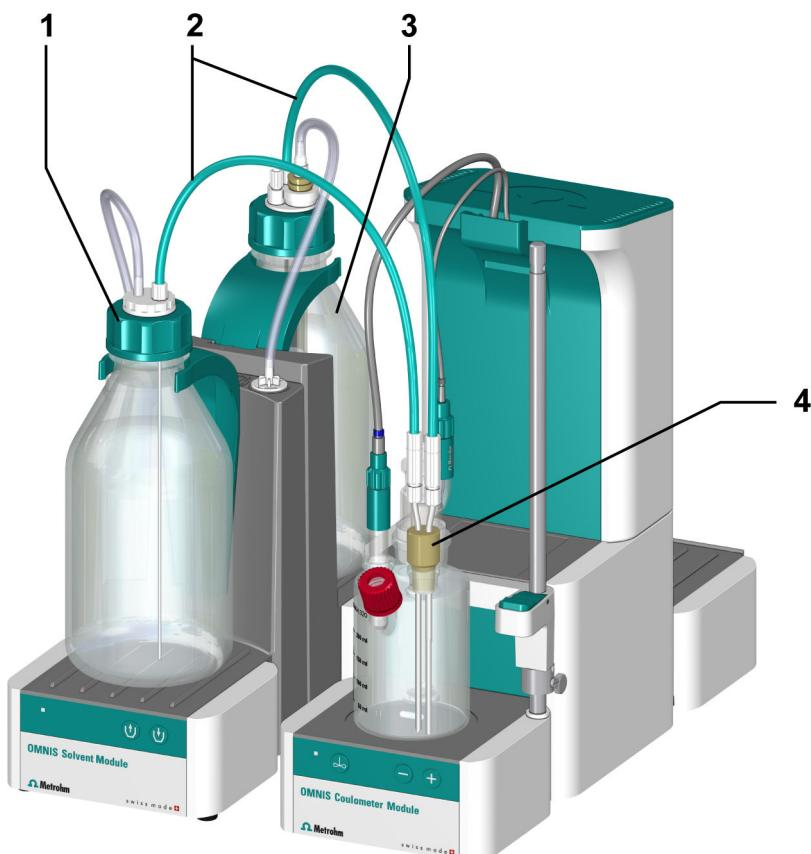

Figura 9 Recambio de reactivo con OMNIS Solvent Module
- (*véase figura 9, página 43*)